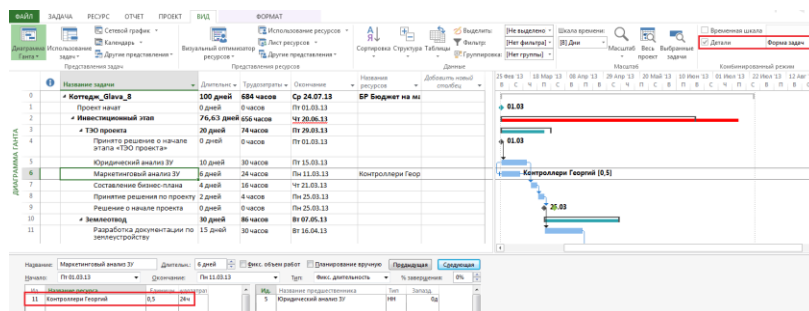

Рисунок 7.7 – Назначение ресурсов в комбинированном режиме
5. На закладке «Вид» в области «Комбинированный режим» поставить галочку «Детали», выбрать «Форму задач» и в нижней части окна выбрать ресурсы в колонке «Название ресурсов», Рисунок 7.7.